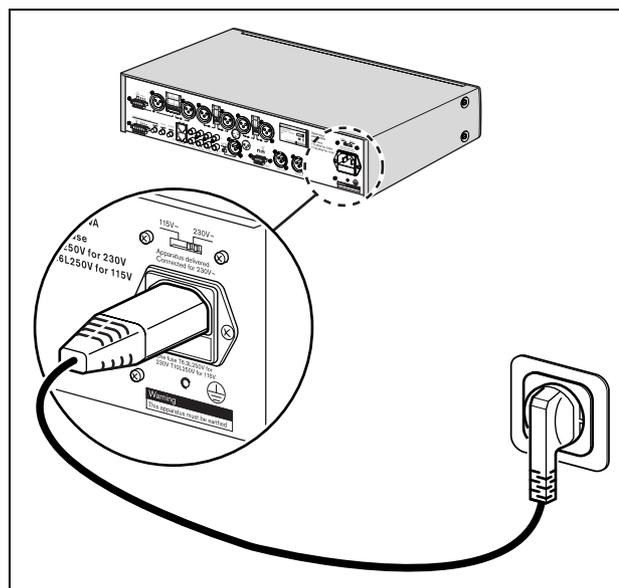

figura 5.1: Selettore di tensione
- 1 Verificare che il selettore di tensione (115V/ 230V) sia correttamente impostato per la tensione dell'alimentazione erogata nel paese di utilizzo del dispositivo (vedere la figura 5.1).